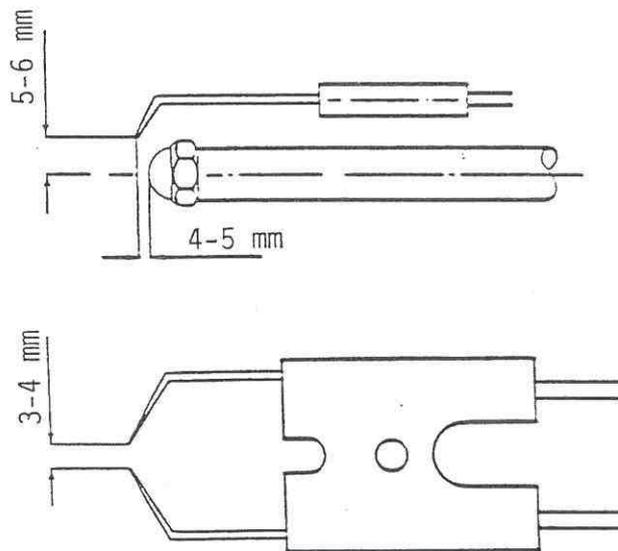

Bild 6
Der Lichtbogen der Zündelektroden zündet das Brennstoff-Luft-Gemisch in Dauerzündung, d.h. die Zündung ist dauernd gegeben, solange der Heizer in Betrieb ist. (Bild 6).
6. Nach jeder Reparatur Elektroden-Abstand einstellen (s. Bild 6).